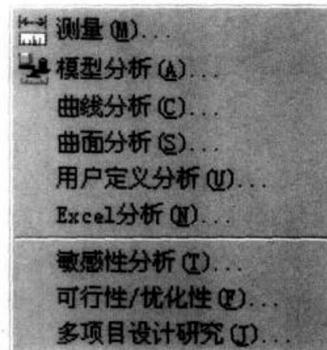

图 1.10
- 分析 提供了一切可能用到的分析工具，如测量、模型分析、曲面分析、曲线分析等。在三维建模模式下提供的菜单命令如图 1.10 所示。